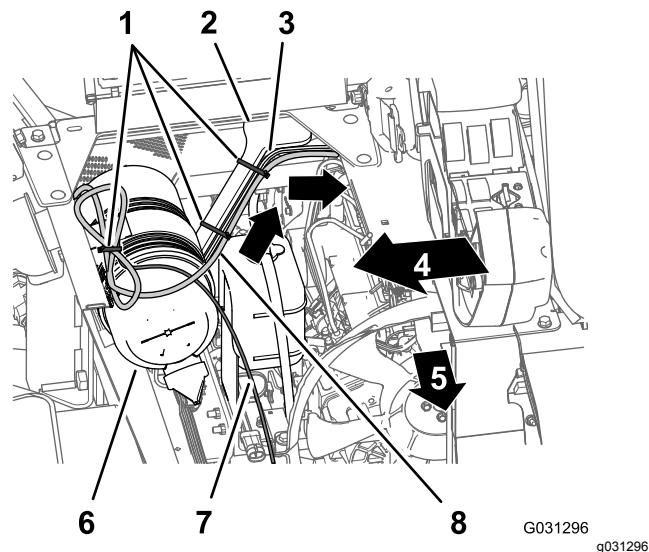

図 170
2. ワイヤハーネスをエンジンシュラウドのサポートにケーブルタイで固定する図 170。
1. ナビゲーションシステム用の電装ハーネスの220cm の枝線を、シートボックスのアングル部材を横断して下へ、エンジンシュラウドの左側サポートに沿って導く図 170。